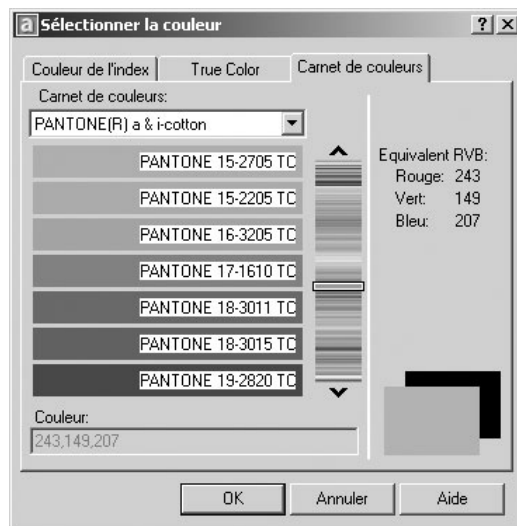

Fig.6.33
- **Carnet de couleurs** (Color Books): définit des couleurs en utilisant des carnets de couleurs tiers (comme PANTONE ou RAL) ou des carnets définis par l'utilisateur. Quand on sélectionne un carnet de couleurs, l'onglet **Carnet de couleurs** affiche son nom (fig.6.33).